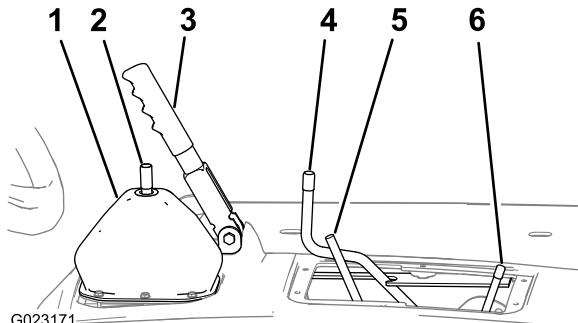

図 11
1. 駐車 ブレーキが掛かっていることを確認する図 11。
2. デフロック用のロッドを前右方向ロック位置に倒す図 11。